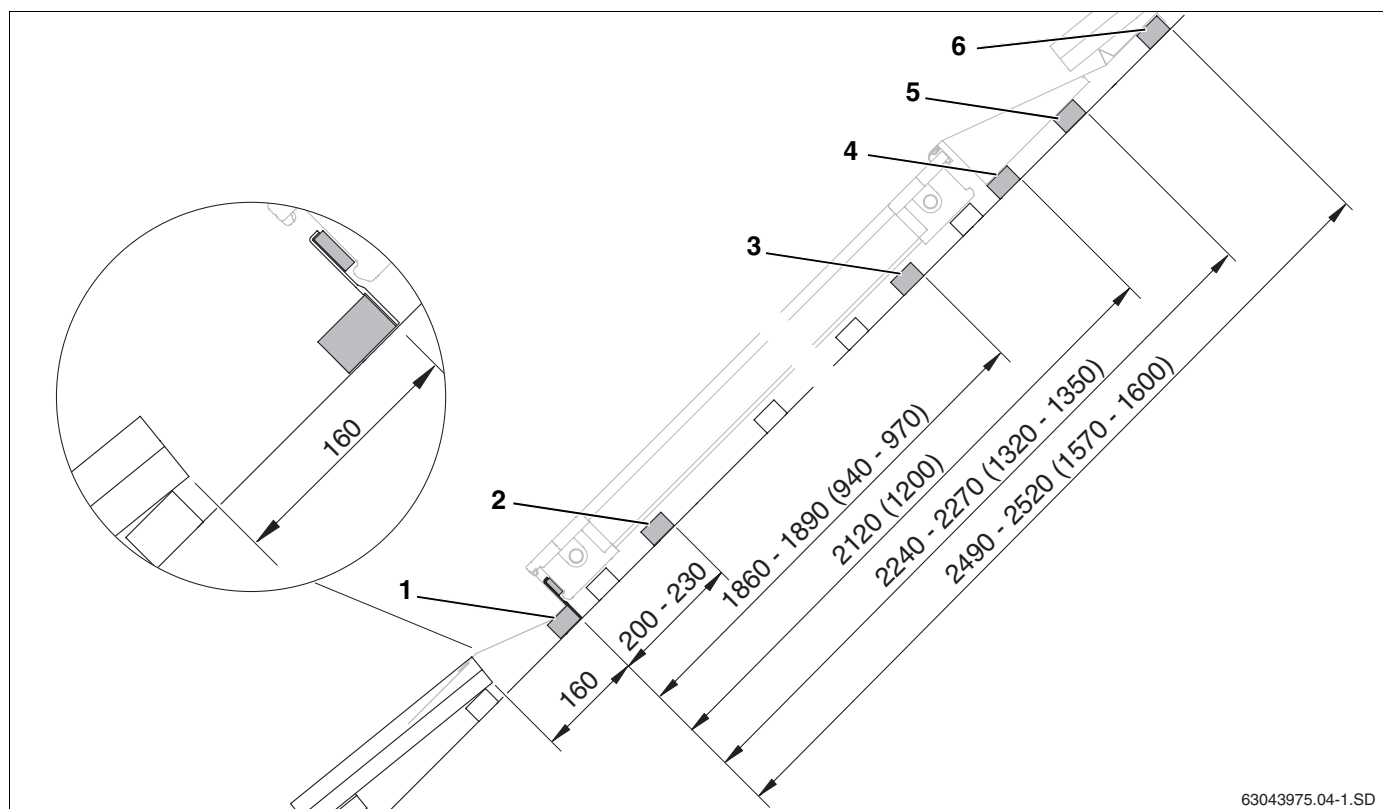

Fig. 14 Distancias de los listones adicionales para el montaje en una fila (dimensiones en mm, valores entre paréntesis = ejecución horizontal)
- ▶ Monte el primer listón de tejado con los seguros contra deslizamiento (fig. 14, **pos. 1**).
- ▶ Monte abajo el segundo listón de tejado para las sujeciones laterales (fig. 14, **pos. 2**).
- ▶ Monte arriba el tercer listón de tejado para las sujeciones laterales (fig. 14, **pos. 3**).
- ▶ Monte el cuarto listón para el apoyo de la cuña de stiropor de las chapas protectoras superiores (fig. 14, **pos. 4**).
- ▶ Monte el quinto listón de apoyo para las chapas protectoras superiores (fig. 14, **pos. 5**).
- ▶ Monte el sexto listón para el apoyo y fijación de las chapas protectoras superiores (fig. 14, **pos. 6**).
Para el montaje en varias filas deben instalarse los listones de la primera fila como en el caso del montaje en una fila (fig. 14). Se prescinde del 5º y el 6º listón en la fila inferior.